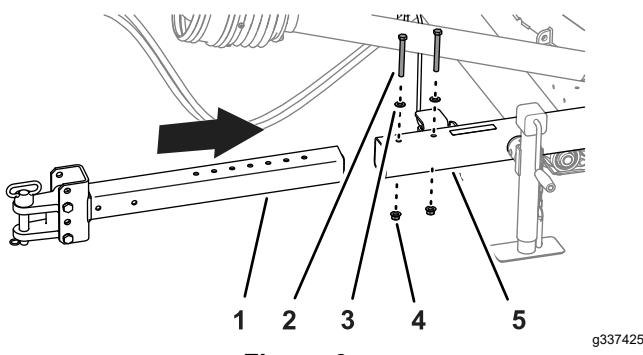

Figura 6
1. Retire las 2 contratuerças con arandela prensada, los 2 tornillos y las 2 arandelas que sujetan el tubo de enganche al tubo receptor (Figura 6).